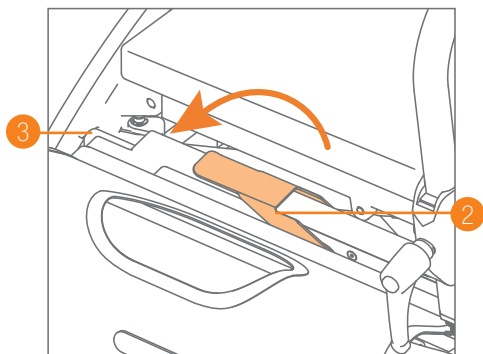

Figure 32: Verrouillage du paquet de fauteuil roulant.
- Poussez doucement la poignée rouge vers le bas pour verrouiller le paquet de fauteuil roulant. Les boulons de verrouillage vont s'étendre pour fixer le paquet en place (**Figure 32**). Vous pouvez maintenant utiliser le Rollz Motion Electric comme un rollator, en portant le paquet de fauteuil roulant avec vous.